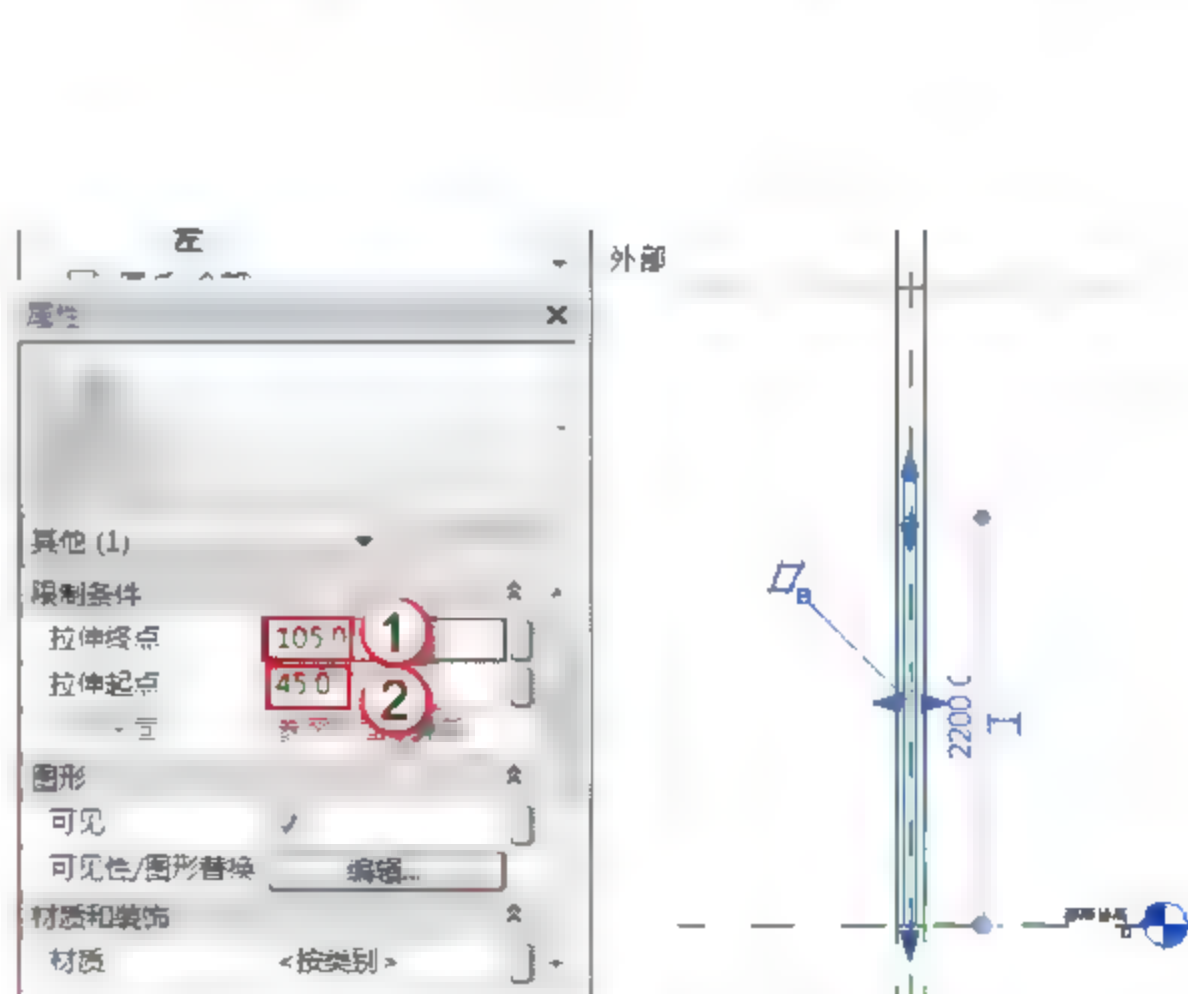

图 6.2.50 修改门框的位置及厚度
(11) 修改 FM1521 乙门框的位置及厚度。选择绘制好的门框, 打开“属性”面板, 在“拉伸终点”中输入“105”字样, 在“拉伸起点”中输入“45”字样, 如图 6.2.50 所示。